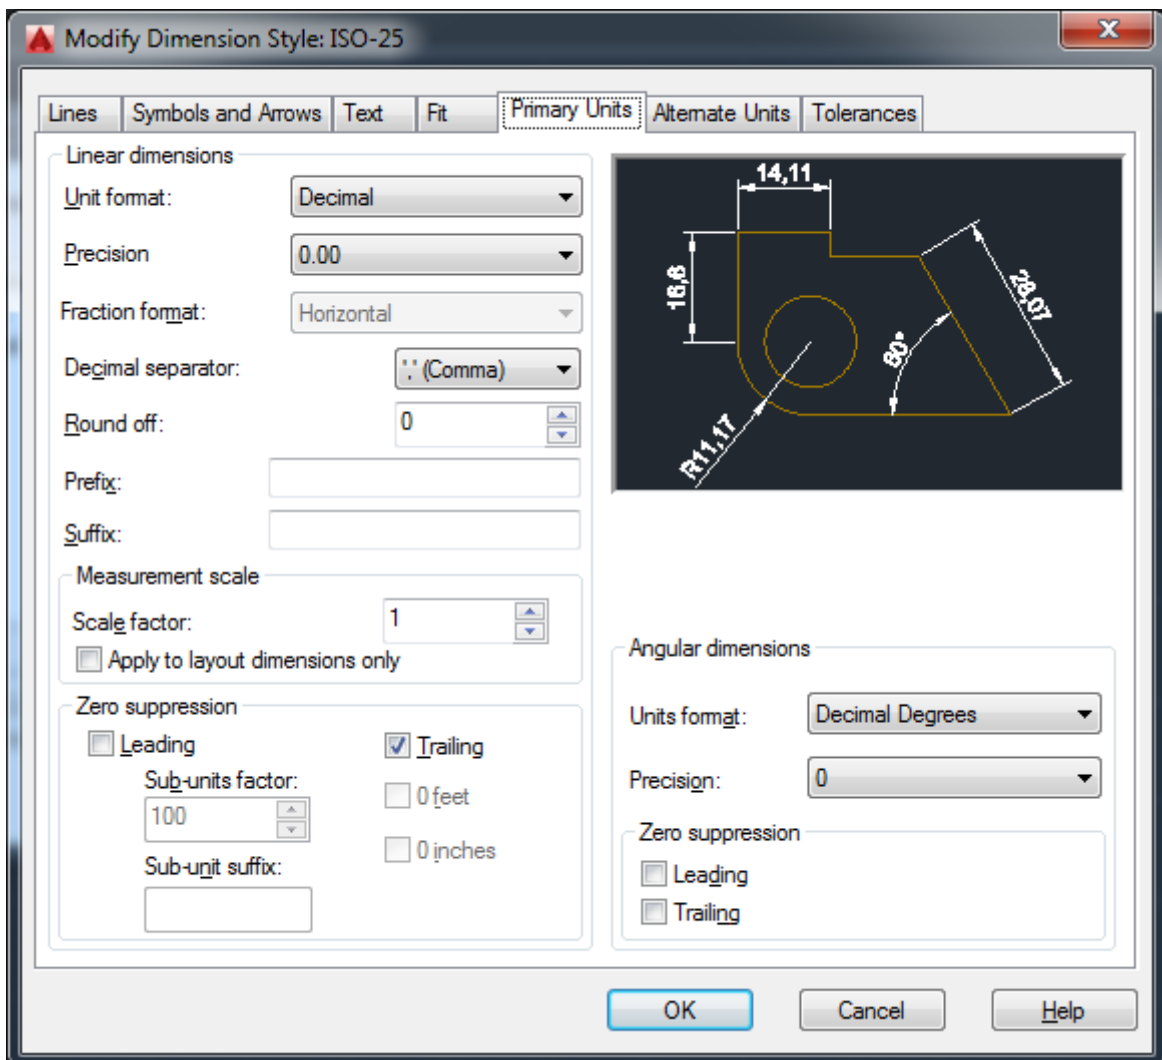

Рисунок 3.7 – Діалогове вікно вкладки Primary Units
**Вкладка Primary Units** (Основні одиниці, рис. 3.7) дозволяє задати формат та точність подання одиниць вимірювання лінійних та кутових розмірів. Тут можна ввести постійний префікс або суфікс, які будуть автоматично додаватися до розмірного тексту.